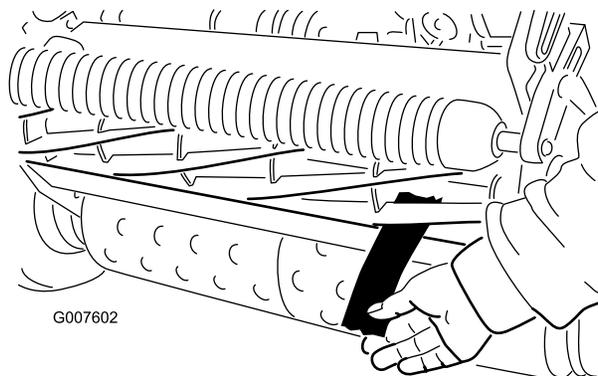

Figura 40
4. Numa das extremidades da parte frontal do cilindro, introduza uma longa tira de jornal entre o cilindro e a lâmina de corte (Figura 40). Enquanto roda ligeiramente o cilindro para a frente, rode o parafuso
- Depois de ajustar, verifique se o cilindro aperta o papel quando este for inserido pela frente e se corta o papel quando este for inserido num ângulo recto, relativamente à lâmina de corte (Figura 40). Deve ser possível cortar o papel ao mínimo contacto com a lâmina de corte e as lâminas do cilindro. Caso seja evidente um puxar excessivo do cilindro (mais de 0,79 Nm), retroceda ou amole a unidade de corte para alcançar as extremidades afiadas necessárias para um corte de precisão; consulte o manual de rectificação de cilindros Toro.